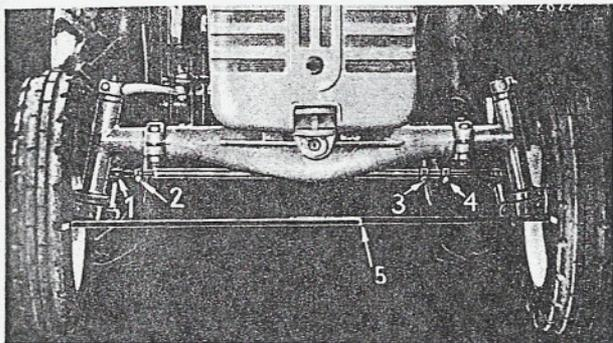

Fig. 573
Comme réglage définitif (1) donner au pincement une valeur de 3-5 mm ($1/8''-3/16''$), fig. 573.